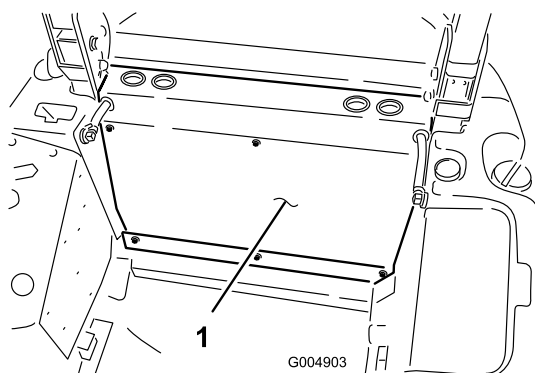

Figure 3
3. Retirez les 6 vis qui fixent le panneau arrière au cadre et déposez le panneau arrière (Figure 3).